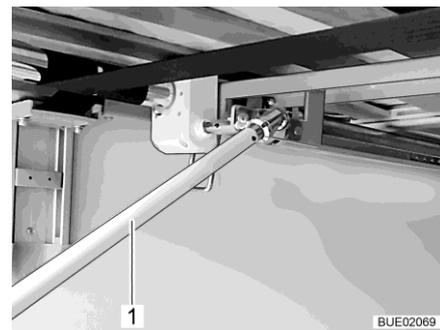

Fig. 138 Manivelle dans le garage arrière
- Pour relever le lit : tourner la manivelle (Fig. 138,1) dans le sens des aiguilles d'une montre.
Pour abaisser le lit : tourner la manivelle (Fig. 138,1) dans le sens inverse des aiguilles d'une montre.